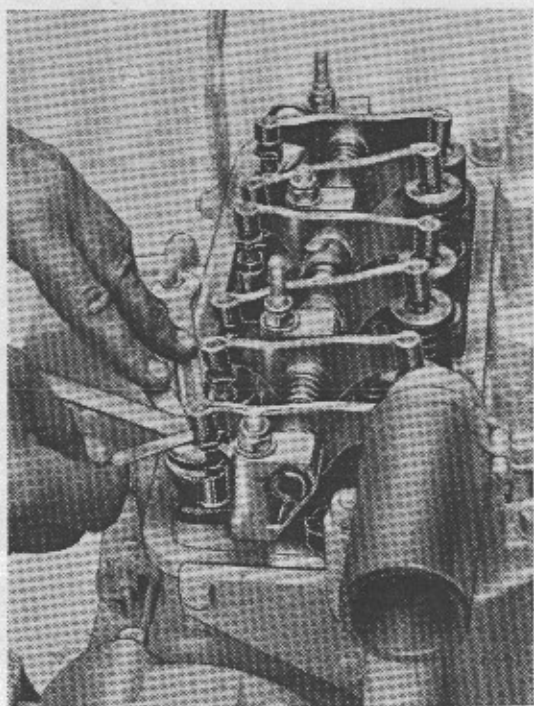

Fig. 55
- 7) **Registrazione gioco punterie (tra valvole e bilancieri)** - Far controllare da personale specializzato che il gioco delle punterie sia, a motore caldo, di mm. 0,25 e, a motore freddo, di mm. 0,30 (fig. 55).
## **CONTROLLO GIOCO VALVOLE (Fig. 55)**